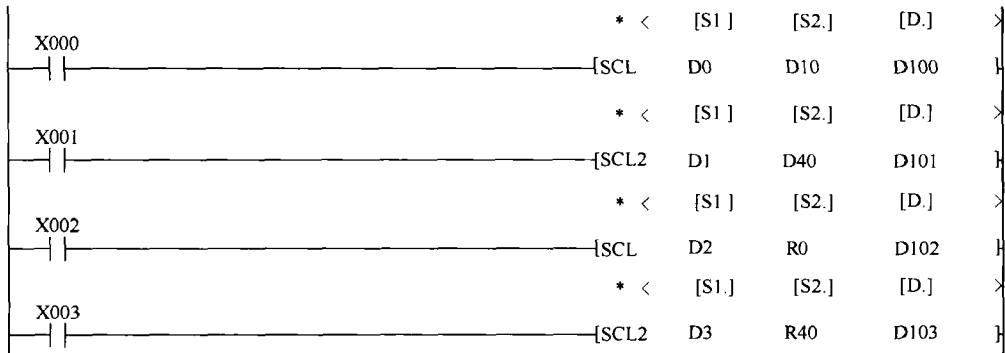

图 4-206 SCL 和 SCL2 指令
SCL 指令和 SCL2 指令是根据指定的数据表格，对输出值进行定坐标的指令。指令使用说明如图 4-206 所示。
- 图 4-206 中，当 X000 为 ON 时，假如 D10 开始的表格数据如表 4-38 所示。